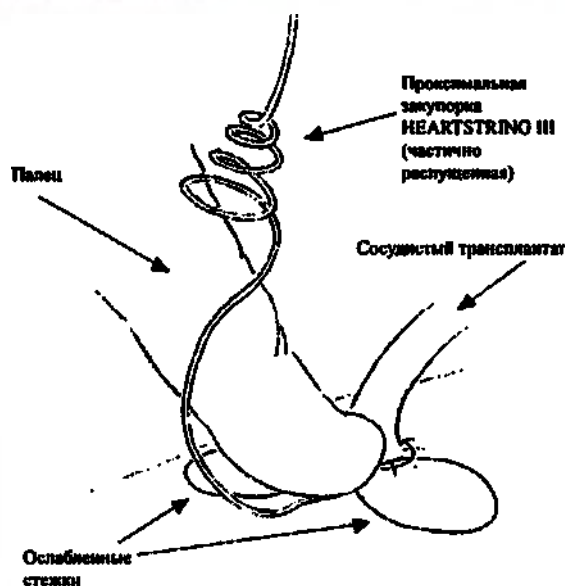

Рисунок 21.
- 9.6.2. Извлечь остаток проксимальной закупорки HEARTSTRING III через анастомоз, потянув за стержень закупорки свободной рукой (как указано в этапе 9.5). Отрегулировать давление, оказываемое указательным пальцем, для минимизации сопротивления, ощущаемого при извлечении проксимальной закупорки HEARTSTRING III через временное отверстие на границе между трансплантатом и аортой (рисунок 21).